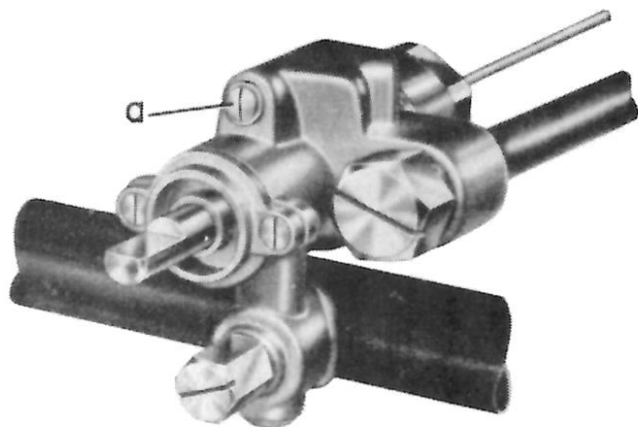

Abb. 8
- Deckschraube „a“ (Abb. 8) am Thermostat abschrauben.